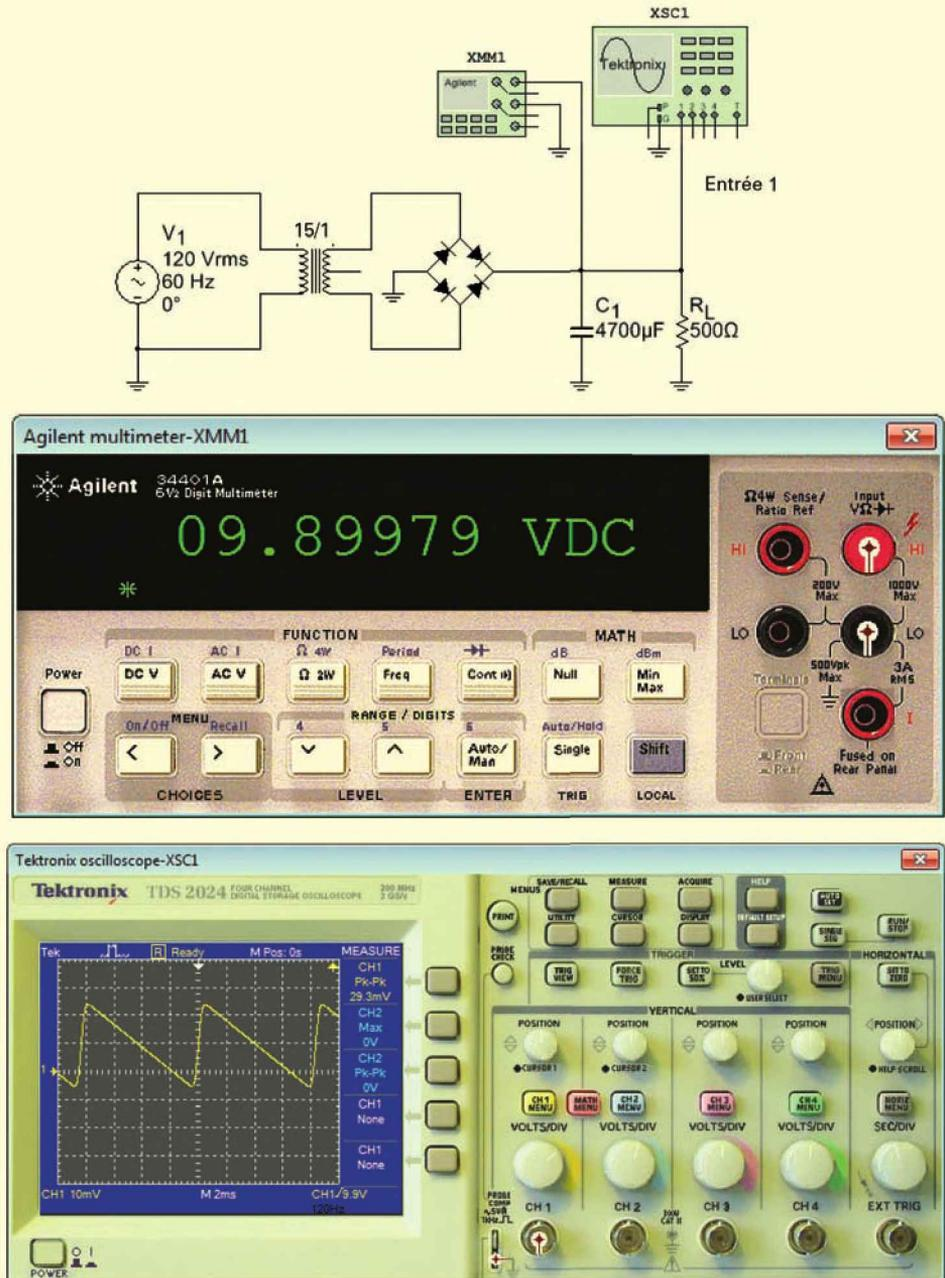

Figure 4.17
La figure 4.17 montre les valeurs fournies par un simulateur numérique. Calculez la tension théorique sur la charge et l'ondulation et comparez avec les valeurs simulées.
D'après la figure 4.17, le multimètre indique une tension continue sur la charge égale à 9,90479 V qui est proche de la valeur théorique 9,9 V.
4.9 Avez-vous compris ? Sur la figure 4.17, la valeur de la capacité passe à 1 000 μF. Calculer la nouvelle valeur de la tension continue sur la charge.